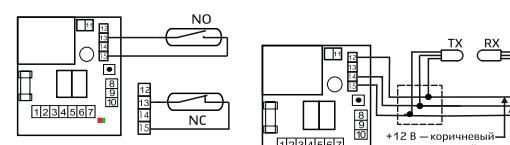

Рис. 5 – Подключение оптосенсора SIGNAL12
- оптосенсоры SIGNAL12 (см. рис. 5);